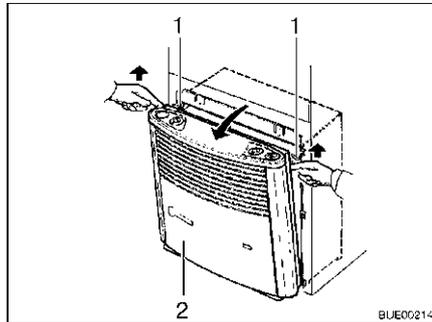

Bild 125 Heizungsverkleidung abnehmen
- Heizungsverkleidung (Bild 125,2) abnehmen. Dazu die Verkleidung oben nach vorn ziehen, Haltefedern (Bild 125,1) seitlich nach oben drücken und Verkleidung nach vorn klappen.